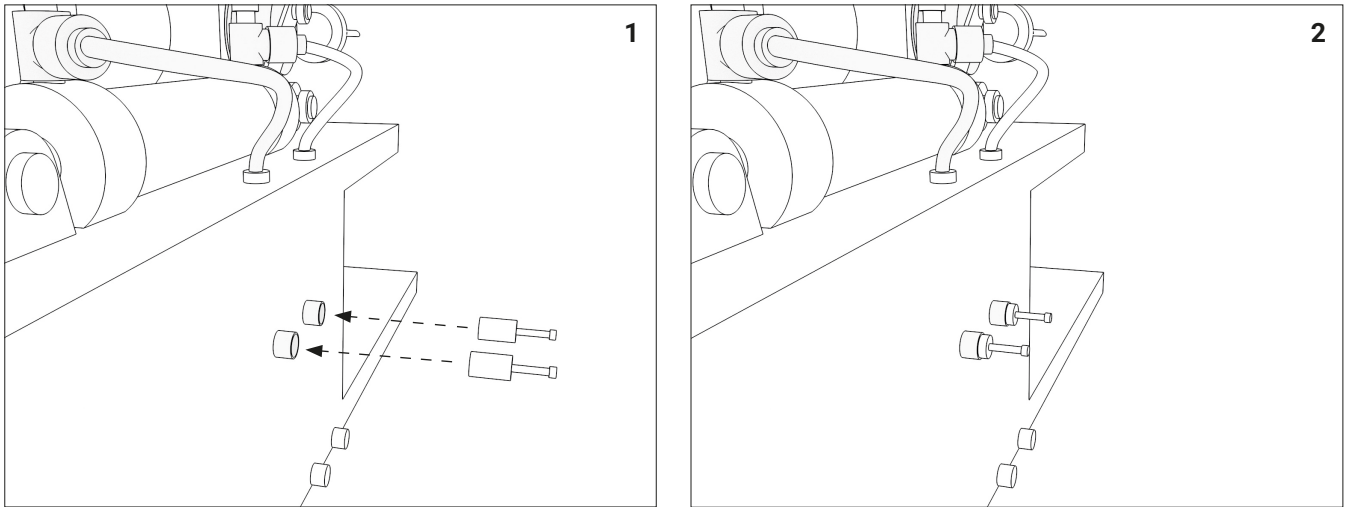

Рис. 14
10.14. При отсутствии необходимости присоединения дополнительного оборудования к пневмолинии заглушить пневматические соединения заглушками, находящимися в наборе ЗИП, который идет в комплекте со шприцем-дозатором (рис. 14).